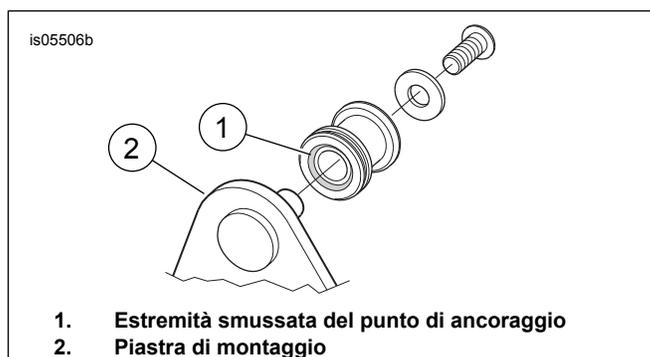

Figura 1. Installazione del punto di ancoraggio
Vedere Figura 1. Installare i punti di ancoraggio sulle piastre di ancoraggio (2) con l'estremità smussata (1) rivolta verso la piastra (la parte piatta rivolta verso l'esterno).